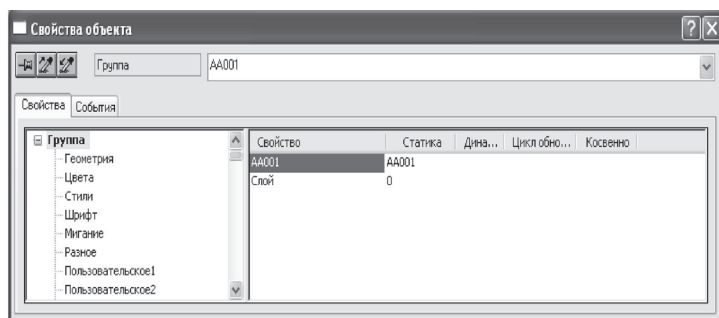

Рис. 3.15. Изменение имени группы объектов
6. Присваиваем созданному объекту имя управляемого клапана (например, AA001), рис. 3.15.